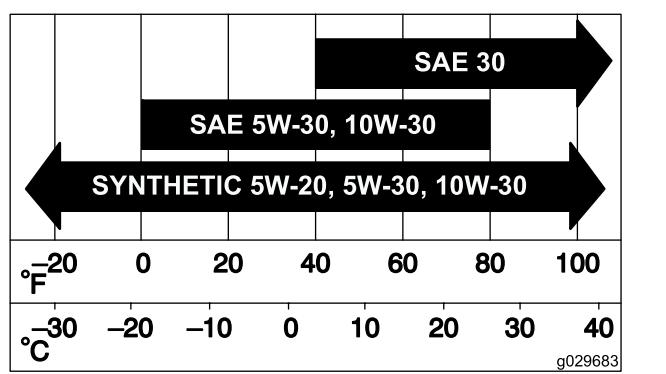

Figura 39
2. Introduzca cuidadosamente el filtro en el cuerpo del limpiador de aire (Figura 39).
3. Instale la tapa del limpiador de aire y fíjela con los cierres (Figura 39).